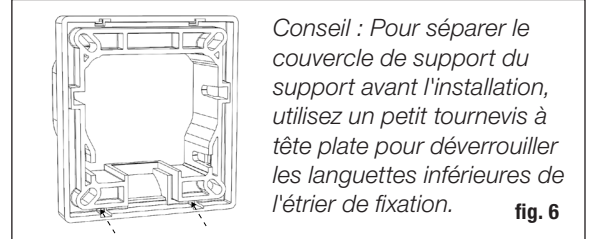

fig. 6
Étape 8 Séparez les couvre-pattes des pattes (fig.6).